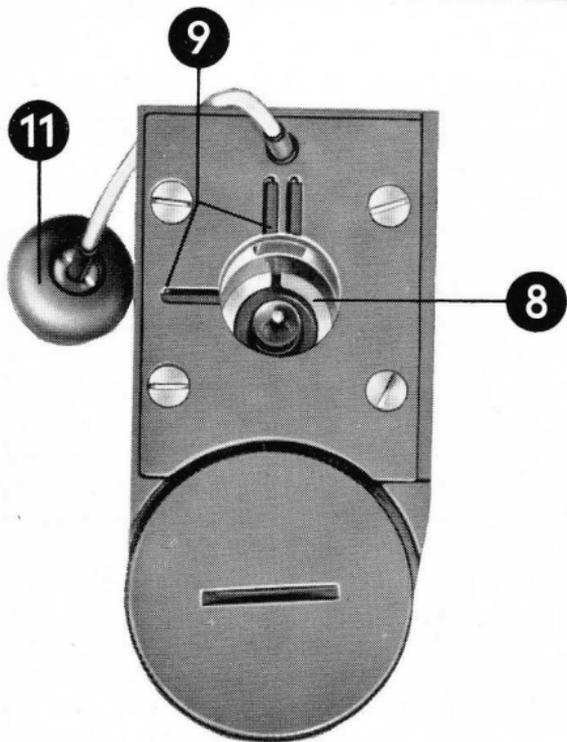

Abb. 6b Zum Aufladen des Dosimeters
Zum Aufladen wird die Schutzkappe (1) abgezogen und das Dosimeter so bis zum Anschlag in die Einstecköffnung (8) des Ladegerätes gesteckt, daß die farbige Markierungsnut (3) am Dosimeter genau zwischen die beiden roten Striche der Marke II (9) am Ladegerät weist (s. Abb. 6b).
Das Dosimeter ist **jedoch** so bis zum Anschlag in die Einstecköffnung (8) des Ladegerätes zu stecken, daß die farbige **Markierungsnut (3)** (s. Abb. 2) **am Dosimeter genau zur roten Marke I (9) (einfacher roter Strich) am Ladegerät** hinweist (s. Abb. 6b). Dabei dürfen die beiden Marken um nicht mehr als Strichbreite voneinander abweichen.